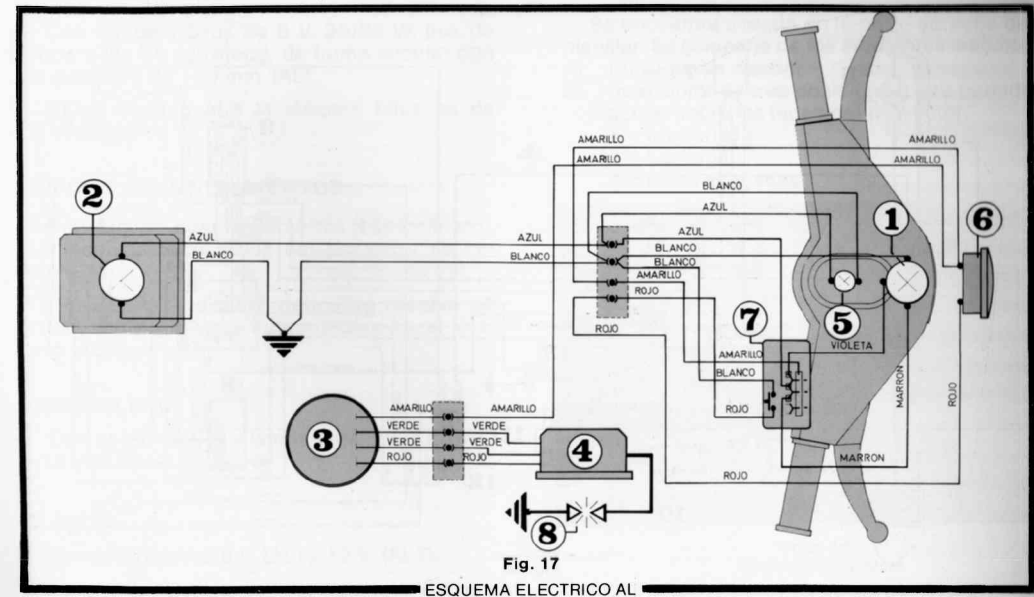

Fig. 17
### VESPINO AL (fig. 17)
**Advertencias:** En las eventuales intervenciones en el equipo eléctrico (figs. 17 y 18) cerciorarse en particular de que los cables estén bien conectados, respetando los colores indicados en los elementos del circuito.